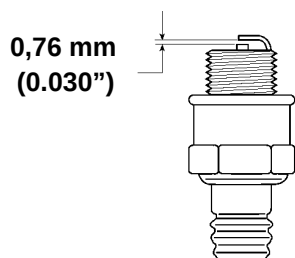

Figure 15
3. Régler l'écartement des électrodes de la nouvelle bougie à 0,76 mm (0.030") (Fig. 15).